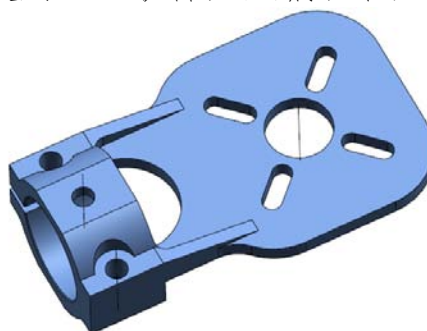

图 1 铝合金电机座模型
(1) 根据技术方案的要求，自主设计与制作一架 DIY 四旋翼穿越机，在学校训练期间请使用 Siemens SolidEdge 软件完成你参赛使用的 DIY 飞机(含机械零件和电子器件)的三维装配模型和含 BOM 表总装配图纸，正式比赛前请提交总装配 A3 打印图纸和完整 BOM 表供裁判评分。
(2) 下图 1 所示是大赛使用的 XXQY-UAV-05 型飞机的一种铝合金电机座，现缺失一个无法正常飞行，要求选手测绘已有的零件，重新加工一个，装配到飞机上。请选择 7075 铝合金毛坯，使用 CAM 软件完成编程和加工。